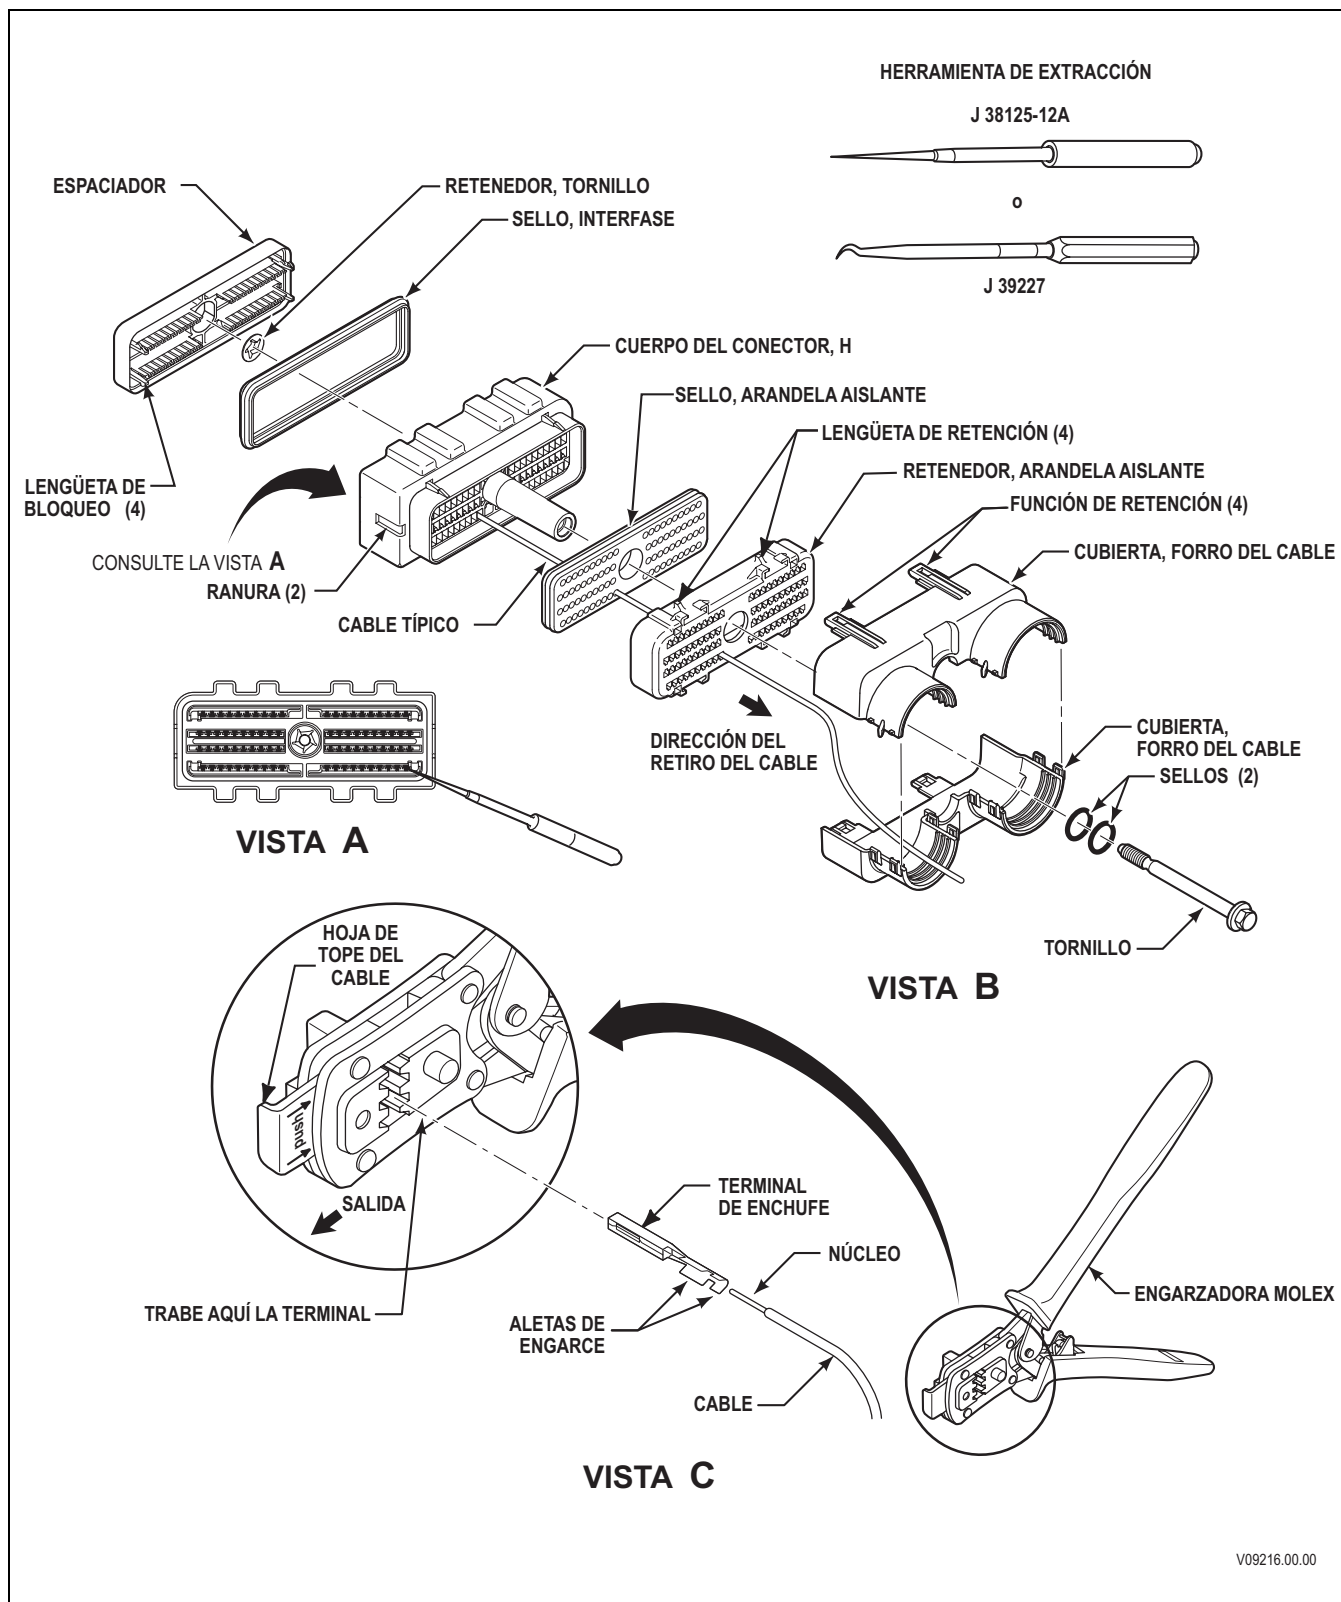

Figura E-1A. Conector del TCM de ayuda-Tornillo AFL 80F
A. Conector del TCM, ayuda del tornillo 80F del ensamble (consulte la Figura E-1A)